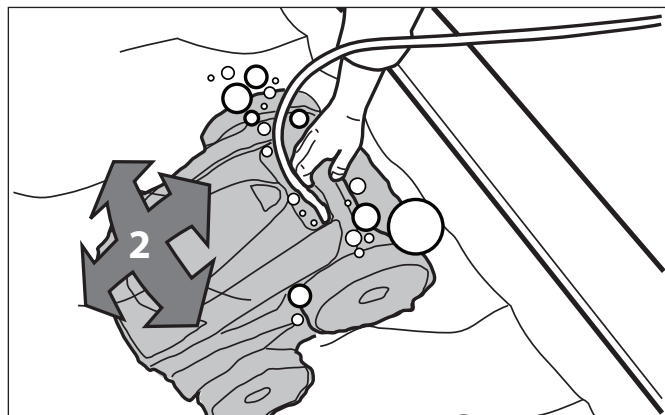

Figure 14. Nettoyeur au fond de la piscine
2. Assurez-vous que le nettoyeur descende jusqu'au fond de la piscine. Se référer à la Figure 14.